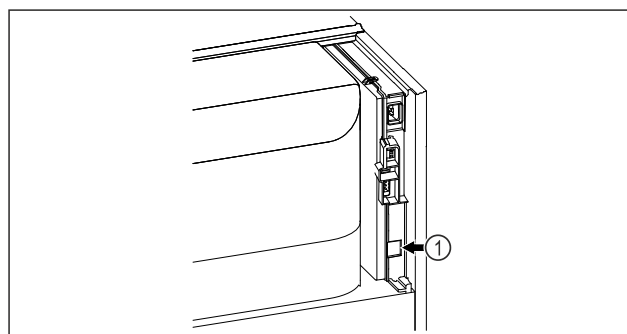

Fig. 127
- ❑ SmartModule Fig. 127 (1) se rabi.